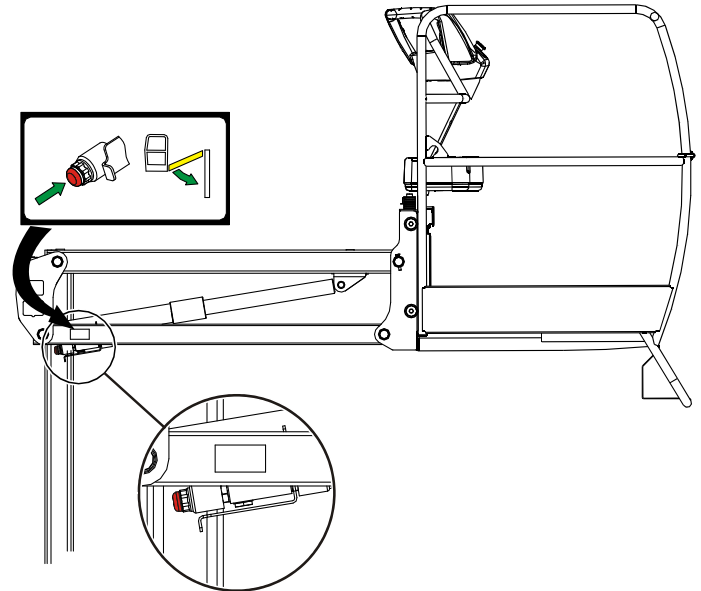

Figure 3-4. Commande de Descente Manuelle du Bras
- 13- Commande de descente manuelle du bras (voir figure 3-4)